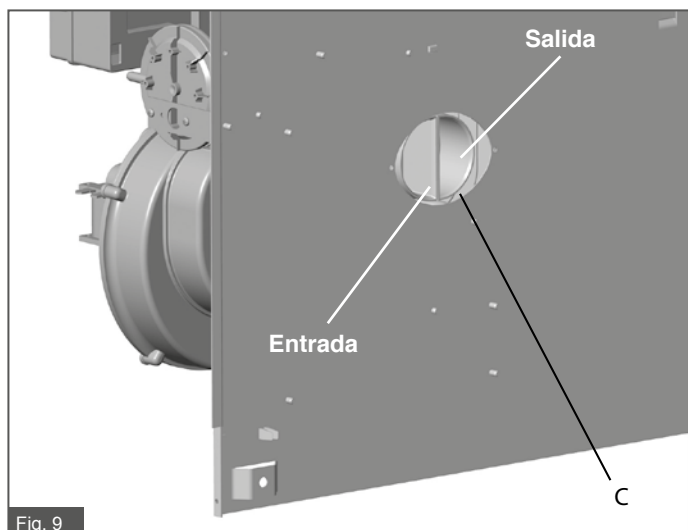

Fig. 9
En la fig. 9, la entrada de aire está a la izquierda y la salida de humos a la derecha.
- Montar en las tuberías A las juntas de estanqueidad D e introducirlas, así preparadas, en los troncos de anclaje C del aparato utilizando un lubricante (ver fig. 9 y 10). Prestar atención a que las juntas estén insertadas correctamente y no obstaculicen el paso de aire y humos.
- Insertar la reducción **F** en el tronco **C** (fig. 9) utilizando un lubricante y fijarla al fondo del aparato (fig. 14 C) con el tornillo **Y** (suministrado).